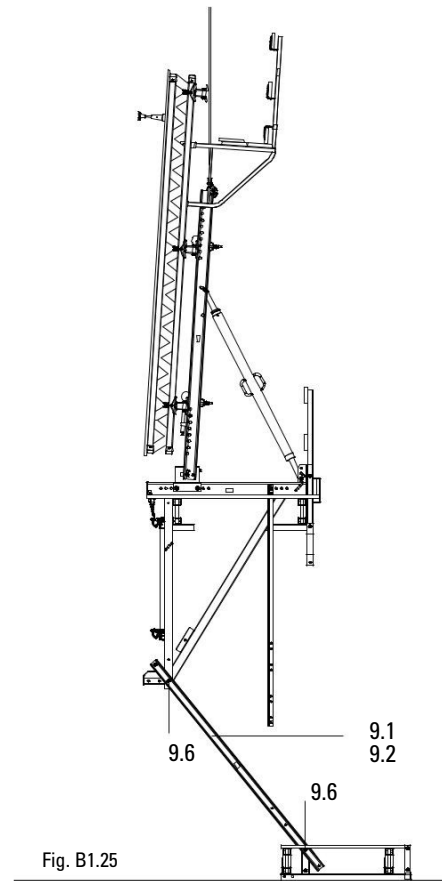
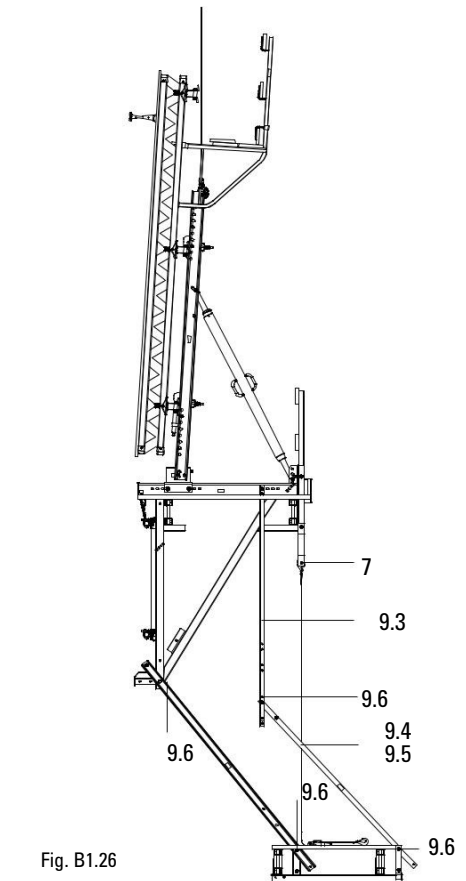

Fig. B1.25
Fig. B1.26
4. Завинтете държача на платформата 225 (9.1) към удължителя на стойката 180 (9.2) и закрепете с болт към конзолата и работната платформа под ъгъл (9.6). (Fig. B1.25) Използвайте горния или долния отвори в зависимост от височината на бетониране. (Fig. B1.26)
6. Закрепете долния край на челната дъска. (Fig. B1.26)